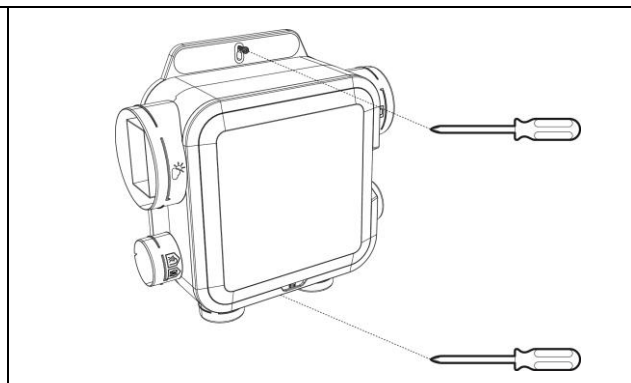

Рис. 6
- Заверните шурупы, плотно фиксируя вентилятор к поверхности (рис. 6).